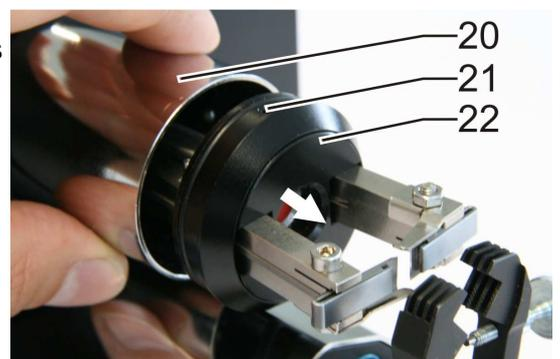

Figure 14. Retirer la bague de protection
- Reculez le manchon de protection (20) et desserrez la vis (21) sur la bague de protection (22) (Figure 14).
- Retirez la bague de protection (22) vers l'avant (Figure 14).
- Démontez et enlevez le dispositif de centrage (25).
- Remontez la bague de protection (22) et le manchon de protection (20) (Figure 14, page 29 et Figure 18, page 31).